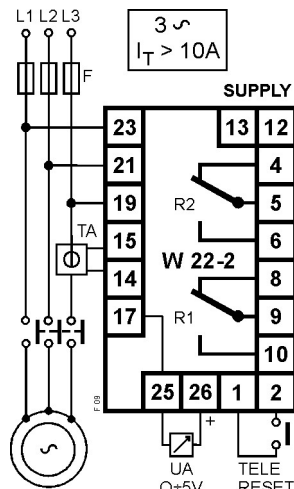

Fig. 9
Seguire lo schema di fig. 9
b) Se I_t è maggiore di 10A si deve usare un riduttore di corrente esterno (TA)..1/5 oppure ..1/1 (schema di fig. 9).
Follow diagram of fig. 9
- b) If I_p is higher than 10A it is requested an external current transformer (CT) ..1/5A or ..1/1A (fig. 9).
Il collegamento si esegue secondo fig.9. Dalla tabella A si ricava che il fondo scala di corrente più vicino, immediatamente superiore al valore di It, è 25A.
(Rif. Fig. 9)
CONNECTION WITH CT (Ref. Fig. 9)